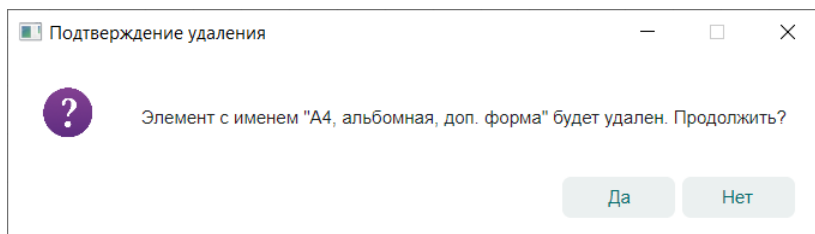

Рис. 94 Подтверждение удаления
3. В окне «Подтверждение удаления» нажмите «Да» для подтверждения удаления атрибута или «Нет» для отмены действия, см. Рис. 94.